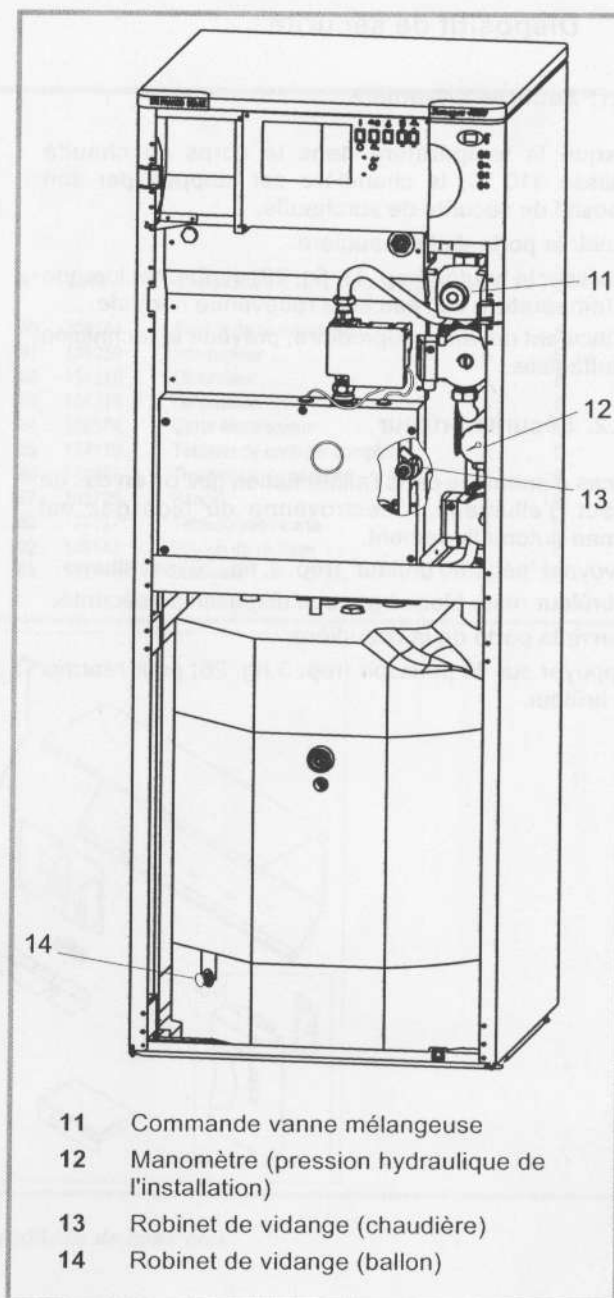

Figure 27 - Organes de commande et de contrôle
<ul style="list-style-type: none"> <li>• Régler la vanne mélangeuse (rep. 11, fig. 27) pour obtenir la température désirée sur le circuit de chauffage (plage conseillée 5 à 10).</li> <li>☞ En été (*) : Régler la manette de la vanne mélangeuse sur 0 pour éviter la circulation dans le circuit de chauffage.</li> </ul>
- Ouvrir le robinet de vidange de la chaudière (rep. 13, fig. 27).
- Ouvrir le robinet de vidange du ballon (rep. 14, fig. 27).